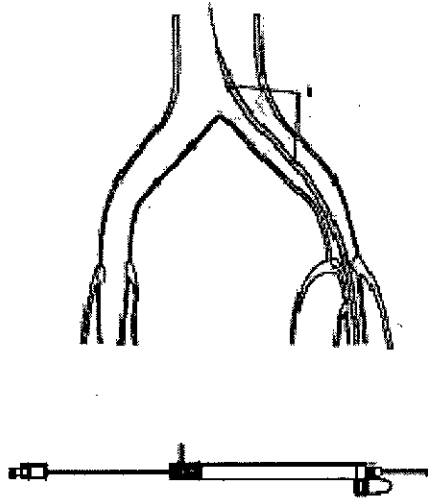

Fig. 4
8. Utilizando guía fluoroscópica, tire hacia atrás del sistema de implantación del stent hasta que los marcadores radiopacos del stent (i) estén en la posición deseada. Ahora, el stent está preparado para el despliegue. (Fig. 4)